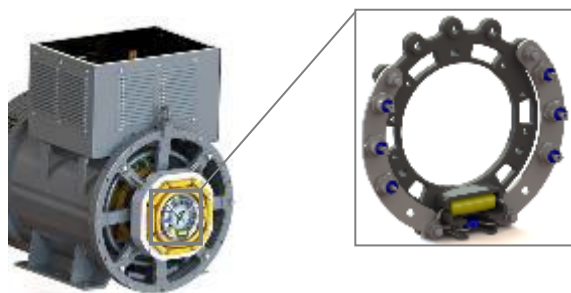

Figure 14.19 : Roue de diodes
- Retirer la roue de diodes, conformément à la Figure 14.19.